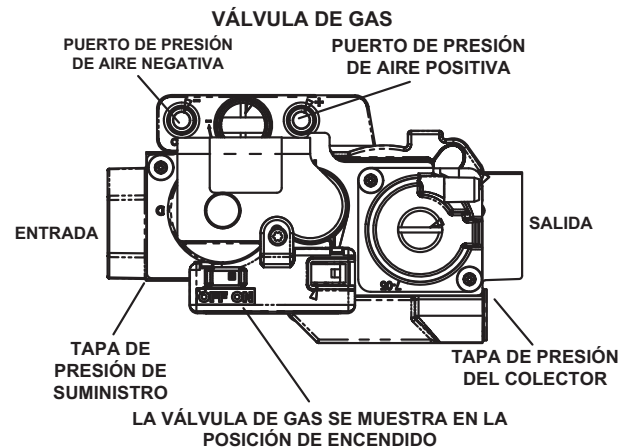

FIGURA 50
Funcionamiento de la válvula de gas (figura 50)
- 6 - Mueva el interruptor de la válvula de gas a la posición de APAGADO. Consulte la figura 50.
- 8 - Mueva el interruptor de la válvula de gas a ENCENDIDO. Consulte la figura 50.